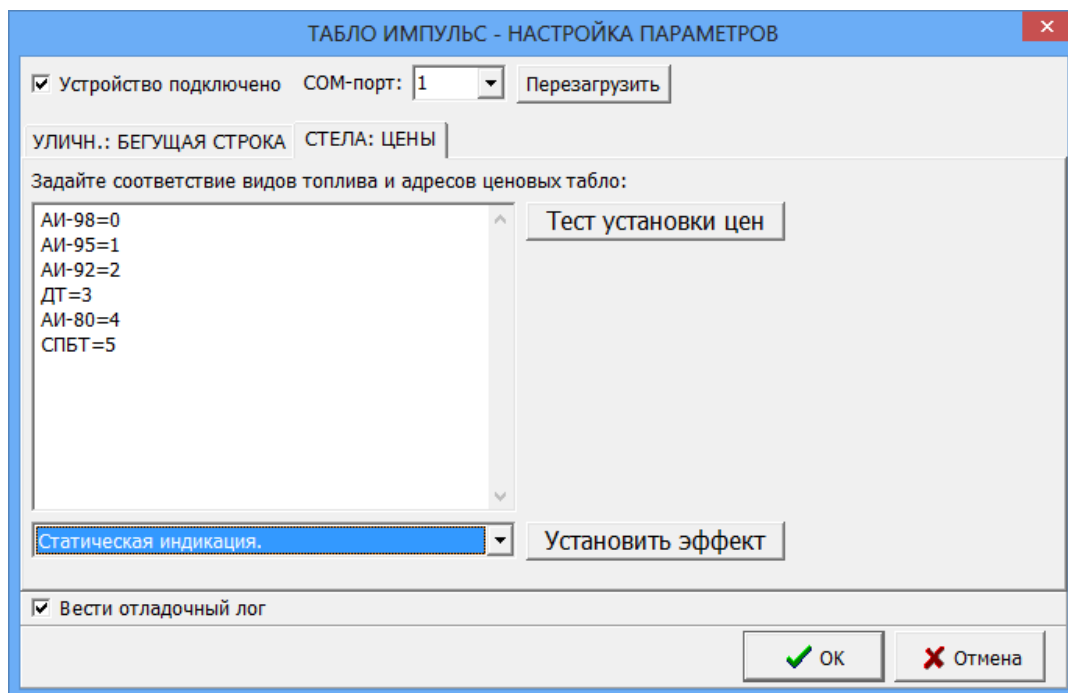

Рис. 23
Настройку стелы VDS (т.е. ввод текста, отображаемого на стеле, ввод параметров, необходимых для подключения стелы VDS к ПТК АЗС) выполните в окне «Табло Импульс-настройка параметров» (в меню «Настройка\Стела VDS(пульт управления)» (рис.23)). Для настройки стелы выполните следующие действия в окне «ТАБЛО ИМПУЛЬС-НАСТРОЙКА ПАРАМЕТРОВ\Стела:Цены»:
- запустите программу оператора, откройте окно «ТАБЛО ИМПУЛЬС-НАСТРОЙКА ПАРАМЕТРОВ\Стела:Цены» (рис.23) в поле «Задайте соответствие видов топлива и адресов ценовых табло» появится список видов топлива, заданный в программе конфигурации.